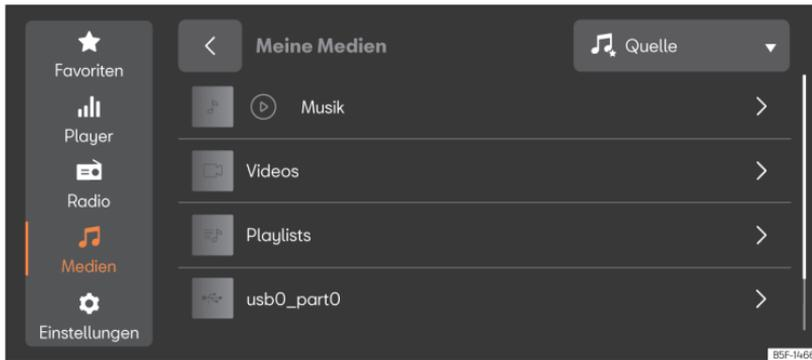

Abb. 171 Schematische Darstellung: Ansicht Medien.
- Drücken Sie **HOME** > **Ⓜ** > **🎵** >>> (**Abb. 171**).